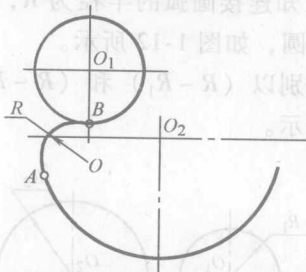

图 1-19 两圆弧间圆弧混合连接步骤四
4) 以  $O$  为圆心、 $R$  为半径画圆弧, 连接已知圆于  $A$ 、 $B$ , 即完成作图如图 1-19 所示。